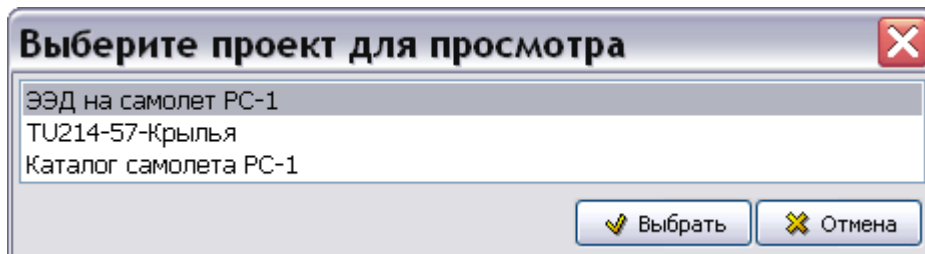

Рис. 8
2. В полях **Имя пользователя:** и **Пароль:** укажите свои реквизиты и нажмите на кнопку  **Вход**. После этого откроется окно **Выберите проект для просмотра** (Рис. 8).